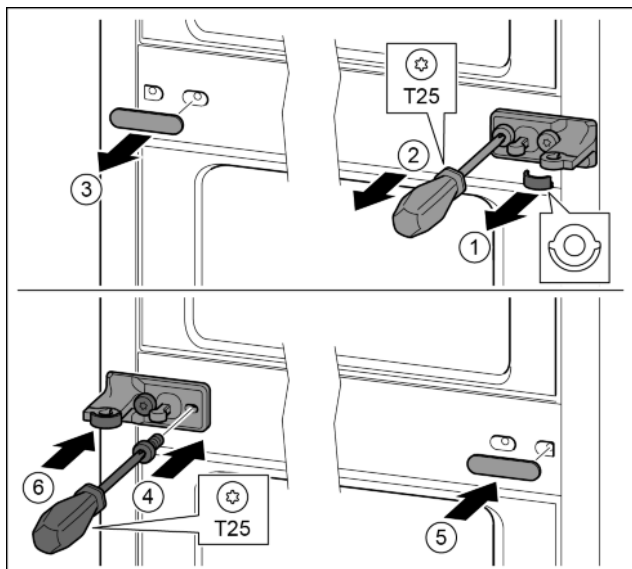

Fig. 34
- ▶ Снять шайбу. Fig. 34 (1)
- ▶ Выкрутить винты отверткой T25. Fig. 34 (2)
- ▶ Осторожно снять крышку. Fig. 34 (3)
- ▶ Плотно прикрутить опорный кронштейн с подкладкой с поворотом на 180° с другой стороны. Fig. 34 (4)
- ▶ Установить крышку с поворотом на 180° с другой стороны. Fig. 34 (5)
- ▶ Спереди надвинуть шайбу. Fig. 34 (6)